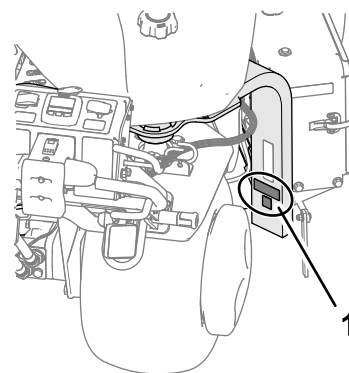

**Рисунок 18**
- Заверните болт в рычаг фиксатора (Рисунок 18).